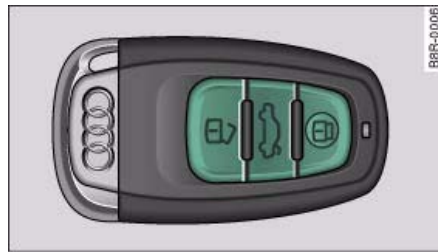

Fig. 23 Llave de control remoto: Teclas
- Pulse la tecla para desbloquear el vehículo ⇒ fig. 23.
Si activa el bloqueo del maletero (“Portón trasero” **on**), el maletero no se podrá abrir por el asidero ⇒ *página 38*, fig. 29. En este caso, el portón del maletero se podrá abrir con la tecla  de la llave de control remoto ⇒ *página 33*, fig. 23 o bien con la tecla de desbloqueo* en la puerta del conductor ⇒ *página 38*, fig. 30. En vehículos con llave de confort*, el asidero sigue habilitado siempre que se encuentre una llave autorizada en las proximidades del sensor de acercamiento.